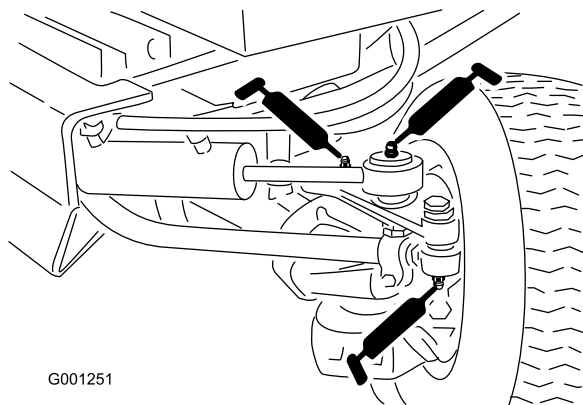

Figure 45
- Embouts de biellettes (2) (Figure 45)
- Extrémités de tige de vérin (2) (Figure 45)
- Pivots de direction (2) (Figure 45)
- Axe de pivot d'essieu (Figure 45)